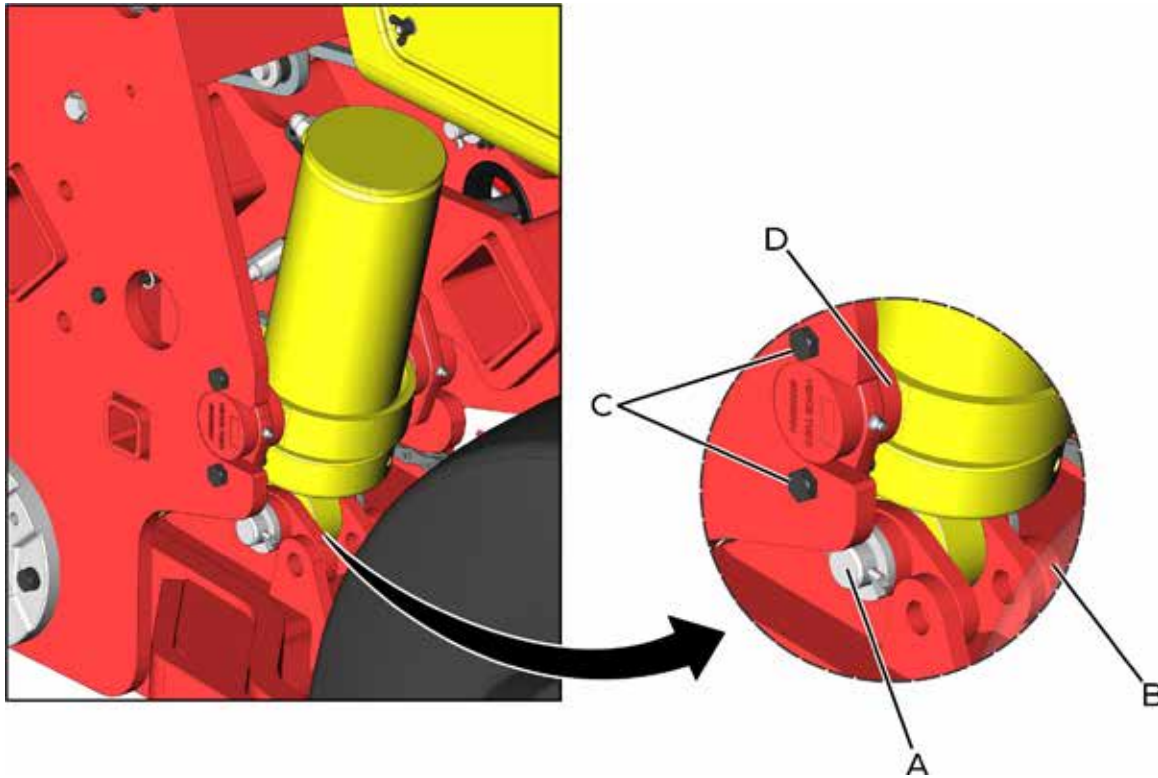

fig. 18
Para retirar o cilindro hidráulico, primeiro retire as mangueiras hidráulicas e o pino (A) (fig. 18) do articulador (B). Em seguida, retire os parafusos (C) dos mancais (D), deixando assim o cilindro livre para ser retirado.